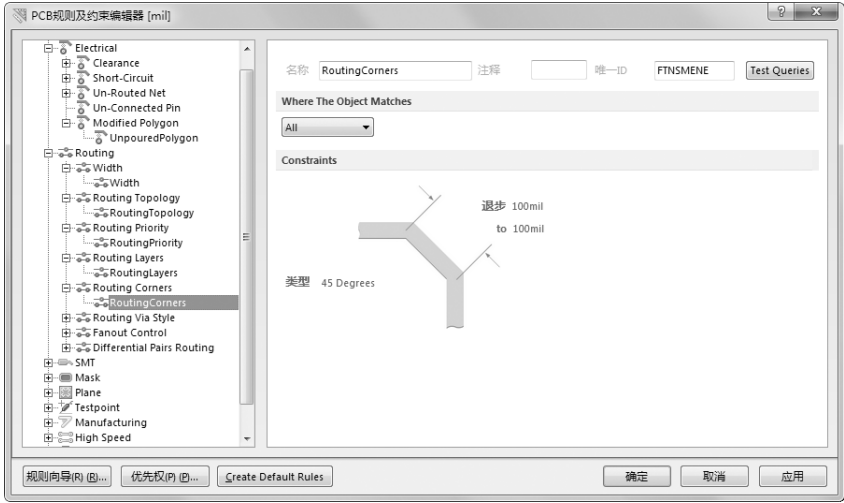
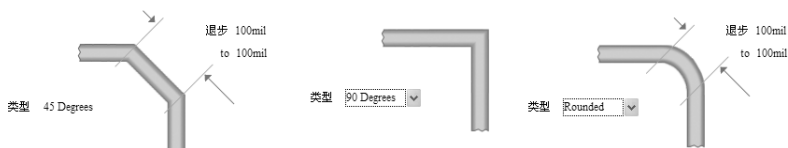

图 9-12 “Routing Corners” 规则的设置对话框
图 9-13 PCB 上导线的 3 种拐角方式
(5) “Routing Corners”（导线拐角规则）：用于设置导线拐角形式，如图 9-12 所示为该规则的设置对话框。PCB 上的导线有 3 种拐角方式，如图 9-13 所示，通常情况下会采用 45° 的拐角形式。设置规则时可以针对每个连接、每个网络直至整个 PCB 设置导线拐角形式。